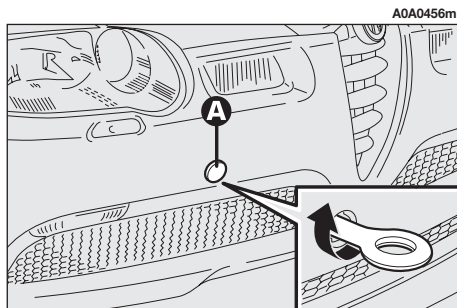

fig. 55
— Rimuovere il coperchietto (A) inserito a pressione sul paraurti anteriore (fig. 55). Per questa operazione, nel caso si utilizzi il cacciavite in dotazione con lama a punta piatta, occorre proteggere la punta stessa con un panno morbido, al fine di evitare l'eventuale danneggiamento della vettura.